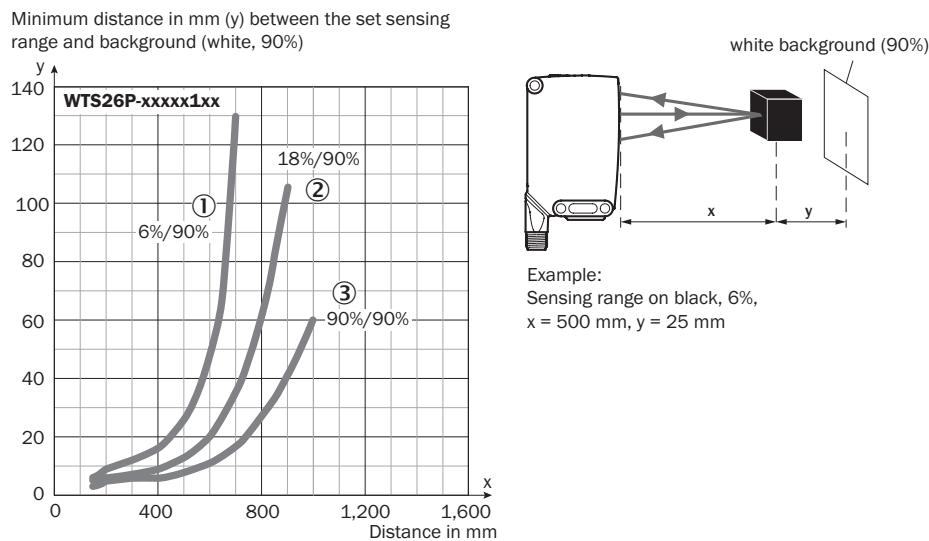
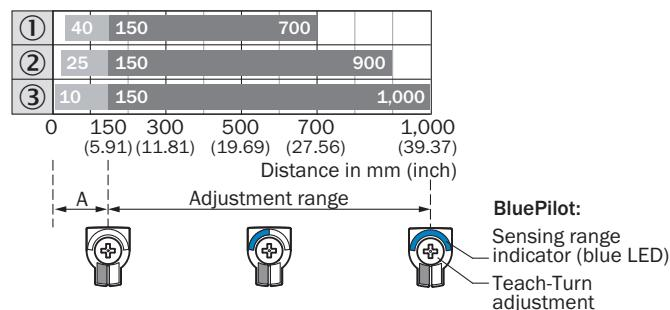

Figura 62: Curva característica 1
Figura 63: Gráfico de barras 1
Comprobar las condiciones de aplicación: comparar la distancia de conmutación y la distancia respecto al objeto o al fondo, así como la capacidad de reflectancia del objeto, con el diagrama correspondiente [figura 62, figura 63] ( $x$  = distancia de conmutación,  $y$  = distancia mínima entre la distancia de conmutación ajustada y el fondo (blanco, 90%)).
La distancia mínima (=  $y$ ) para la supresión de fondo se puede determinar a partir del diagrama [figura 62 ①] tal como sigue: